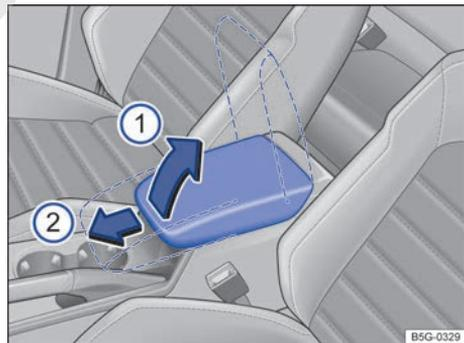

Fig. 84 Reposabrazos central delantero. ▶
Para *levantar* el reposabrazos, pulse el botón de desbloqueo y tire del reposabrazos hacia arriba en el sentido de la flecha → **fig. 84** ① encastre por encastre.